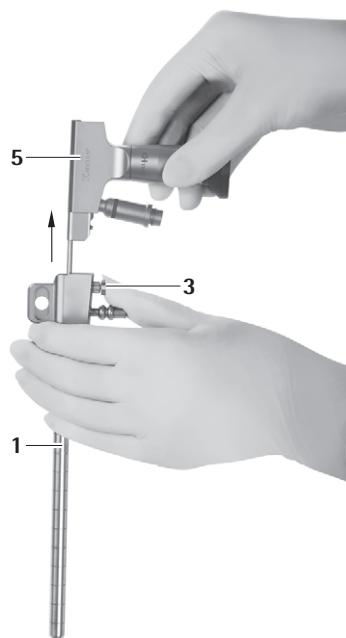

Abb. 8
- Entriegelungsknopf 3 drücken und Endoskop 5 aus MINOP InVent-Trokar 1 herausziehen, siehe Abb. 8.